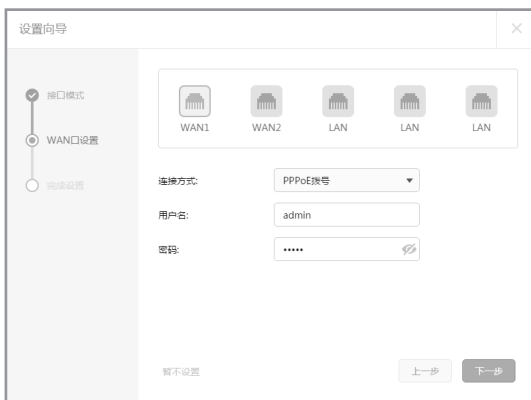

图4-3 上网方式--PPPoE
1) 如果上网方式为PPPoE, 即ADSL虚拟拨号方式, 则需要填写网络服务商提供的上网账号和密码, 如图4-3所示。